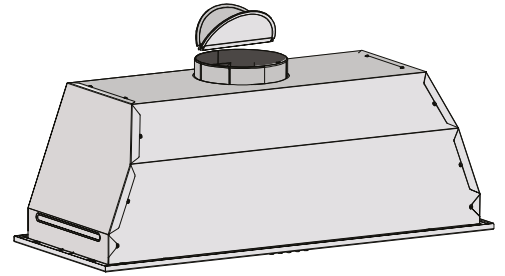

Figure 19
- Fixez l'obturateur du clapet sur le dessus de la hotte (voir figure 19).